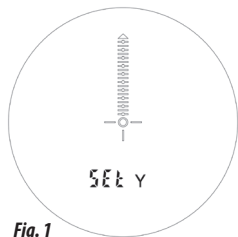
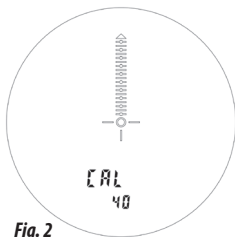

Fig. 1
Fig. 2
3. Permaneciendo a esta distancia, active el telémetro pulsando brevemente el botón de encendido “Power”. A continuación, mantenga pulsado el botón Más O Menos (+/-) en el lateral de la unidad hasta que la pantalla cambie a “SET” [DEFINIR] (permite la selección de Yardas o Metros) (Fig. 1). Pulse el botón de encendido “Power” para que la pantalla cambie a “CAL”: ya se encuentra en modo de calibración, y aparece un “40” o un “60” iluminado en la parte inferior de la pantalla (Fig. 2). Si su mira para arco tiene un pasador para 40 yardas/metros, seleccione “40” utilizando los botones Más/Menos (+/-). Si su mira tiene un pasador para 60 yd/m, seleccione “60”.